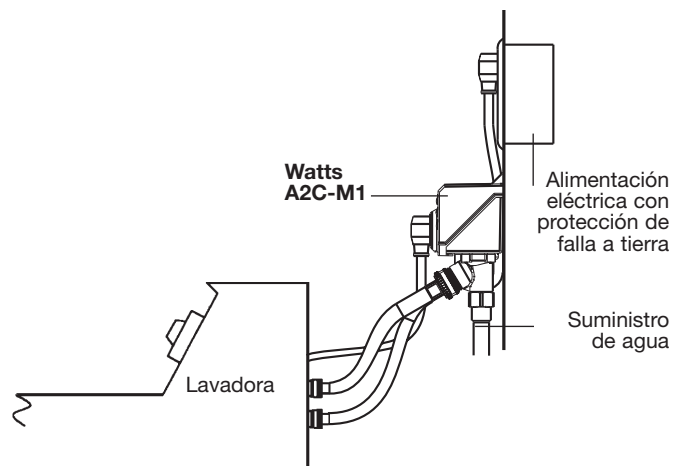

Figura 4
11. Conecte el cable de alimentación de IntelliFlow® a un receptáculo eléctrico hogareño (Figura 4).